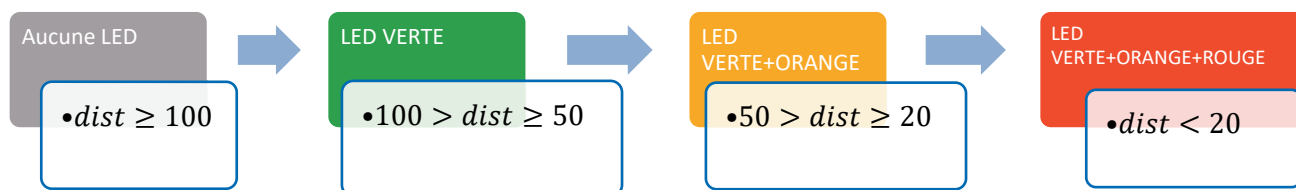

Figure 1 : LED allumées en fonction de la distance mesurée (distance en centimètres)
- **Proposer** la partie de l'algorithme permettant d'activer les LED correspondant à la distance mesurée (le choix des LED en fonction de la distance est donné par la figure 1 du sujet).
- **Conclure** sur la capacité de la solution à répondre à la problématique rappelée en figure 1 du sujet.